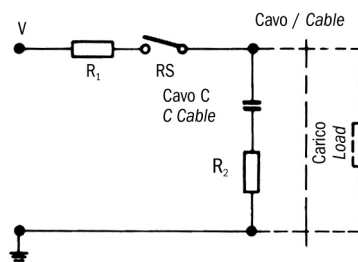
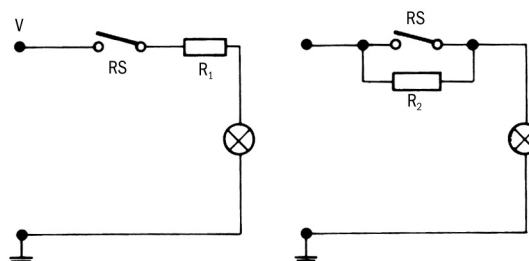

Fig.4
Fig.5 Circuito con lampada, resistenza in parallelo o in serie con il commutatore
2) Carichi capacitivi e lampade Al contrario di quanto avviene con i carichi induttivi, con i carichi capacitivi e con lampada si hanno elevate scariche di corrente che possono provocare guasti immediati, e persino la saldatura dei contatti. Quando si commutano dei condensatori carichi o dei condensatori di linea, si ha un'immediata scarica la cui intensità dipende dalla portata e dalla lunghezza dei carichi. La corrente di scarica di picco è limitata da un resistore in serie con il condensatore, come è indicato nella fig. 4 (vedi pagina seguente). La dimensione del resistore sarà determinata in base alle possibilità esistenti nell'ambito di un particolare circuito. In ogni caso, dovrebbe essere il più grande possibile per limitare lo scarico di corrente entro limiti accettabili. Quanto detto vale anche per il carico con condensatori. Per quanto riguarda i circuiti con condensatori ad elevata scarica di corrente, andrebbero usati i circuiti come da fig. 5 (vedi pagina seguente), con R1 o R2.